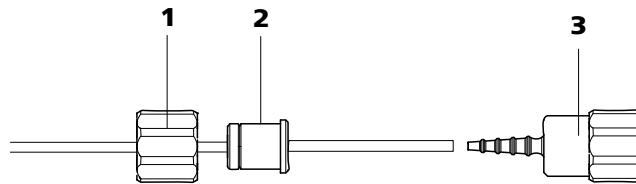

Figura 29 Instalación de una conexión de tubo de bomba sin filtro
- **Caso B:** una conexión de tubo de bomba **sin filtro** 6.2744.160 (véase Figura 29, página 51).